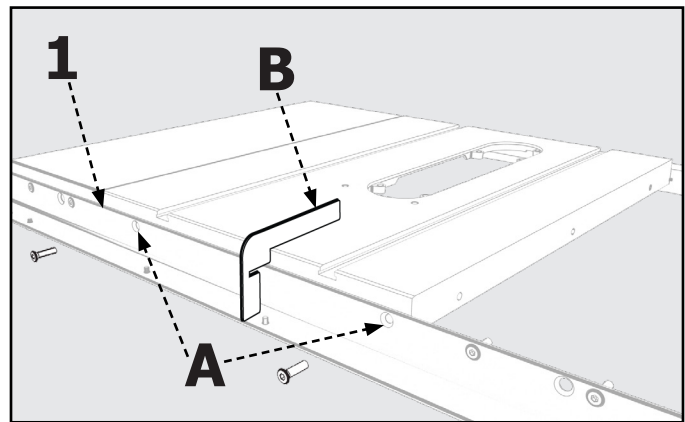

FIGURE 3
1. Avec le bord gauche du Rail de Guidage Avant (1) près du bord de l'Aile d'Extension Gauche, alignez les Deux Trous du tableau avec les Deux Trous du Rail de Guidage Avant, comme indiqué à l'emplacement «A» sur la **Figure 3**.